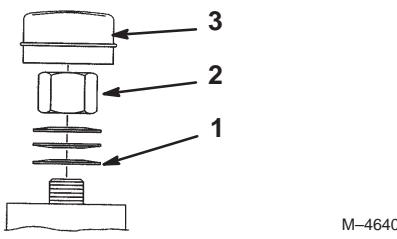

Figure 51
2. Retirez le capuchon anti-poussière de la roue et serrez le contre-écrou (Fig. 51).
3. Continuez de le serrer jusqu'à ce que les rondelles élastiques soient aplatis, puis desserrez-le de 1/4 de tour pour obtenir la précharge correcte des roulements (Fig. 51).
Important Veillez à installer les rondelles comme illustré à la Figure 51.